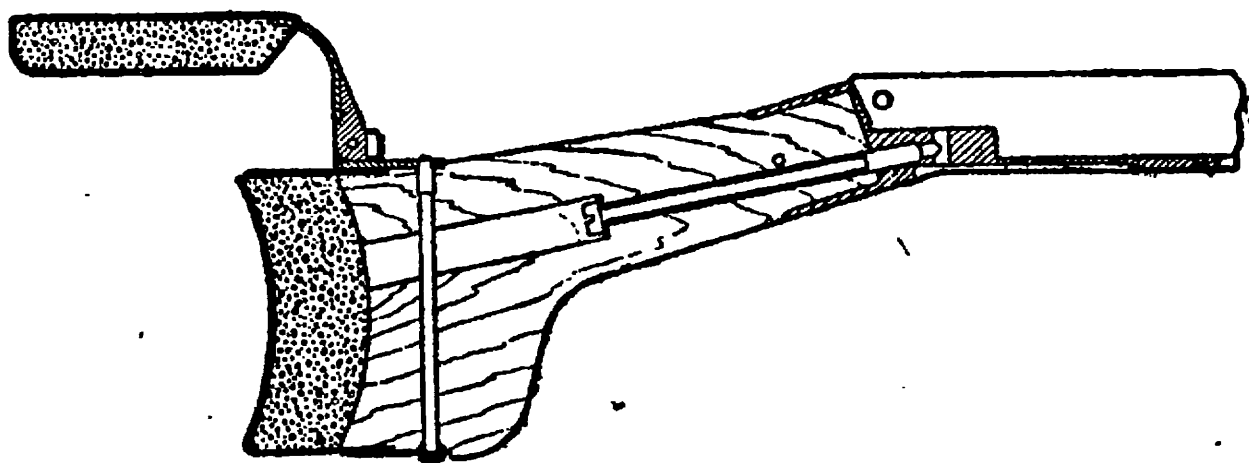

Рис. 20. Приклад.
19. Приклад (рис. 20) служит для удобства стрельбы из ружья; он прикреплен с помощью